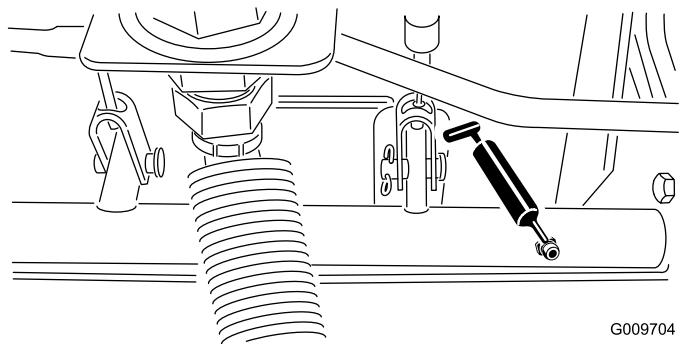

図 67
- ・ ブレーキシャフトのピボットベアリング5ヶ所 図 67